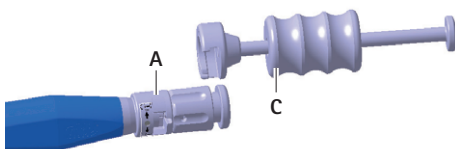

Fig. 5 Montaje del percutor en el instrumento de inserción
- Montaje del percutor **C** en el instrumento de inserción **A**, ver Fig. 5.
- ▶ Montaje del percutor **B** en el instrumento de inserción **A**, ver Fig. 5.